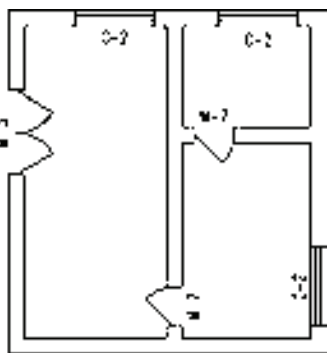

图 5-45 内外翻转
3) 按〈Enter〉键, 即可完成内外翻转操作, 结果如图 5-45 所示。